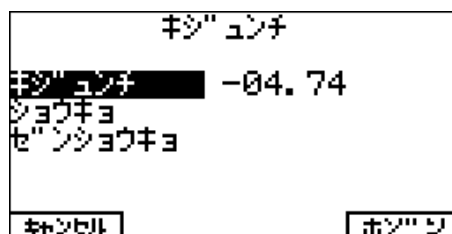

図 3.1.1-1 基準値設定画面
1. 光パワーメータモードまたはロステストセットモードの測定画面(図 2.3.1-1 参照)で REF(基準値)キーを押して、基準値設定画面を表示します(図 3.1.1-1 参照)。
2. REF(基準値)キーを押して、基準値設定画面を表示します(図 3.1.1-1 参照)。「キジユンチ」が選択されていることを確認します。
1. REF(基準値)キーを押して、基準値設定画面を表示します(図 3.1.1-1 参照)。
4. **REF**(基準値)キーを押して、基準値設定画面を表示します(図 3.1.1-1 参照)。
4. 光パワーメータ側の本器で REF(基準値)キーを押します。基準値設定画面が表示されます(図 3.1.1-1)。